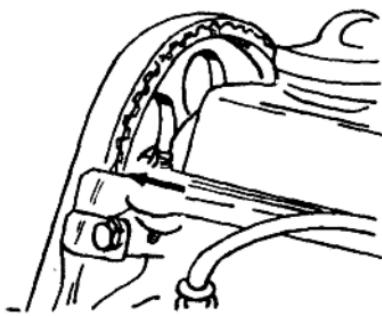

图1-7 凸轮轴齿形轮上的标记
(2) 凸轮轴齿形轮上的标记与气门室罩盖平齐,如图 1-7 所示。